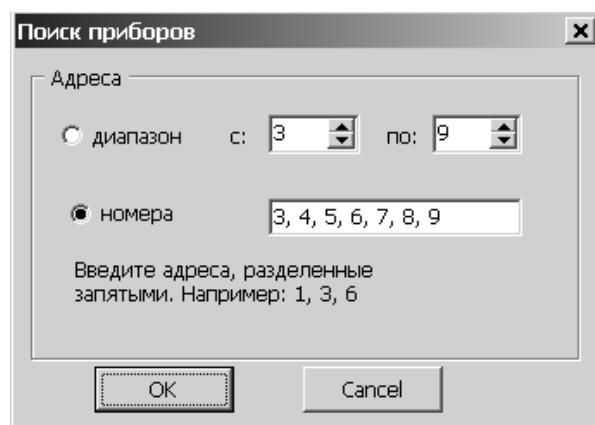

**Рис.4. Вид области Соединение КПИ.**
2.4.1.2. Назначение параметров связи ПК с КПИ производится в области **Соединение КПИ** (рис.4).